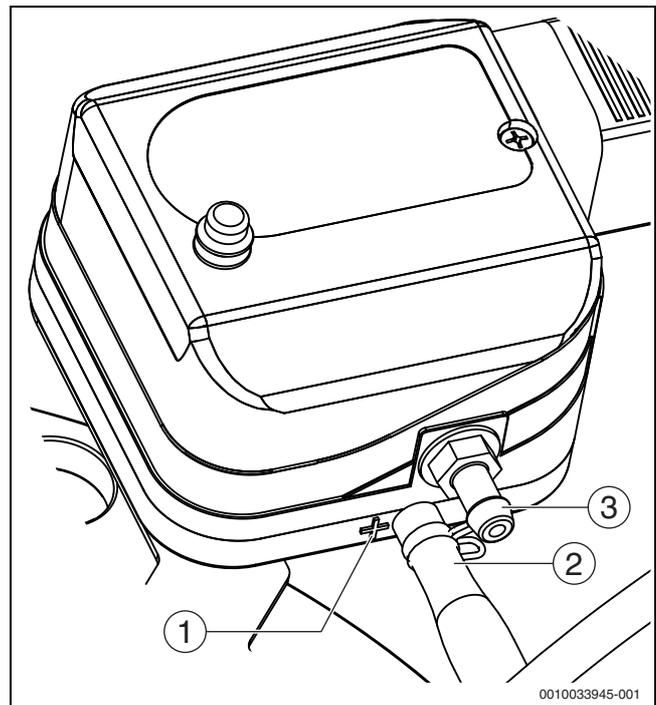

Bild 89 Detailansicht Druckwächter
- [6] Detail Anschluss Messleitungen (→ Bild 89)